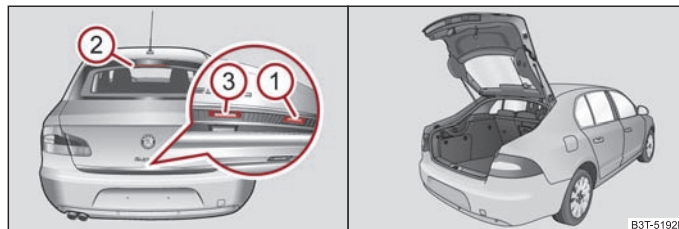

Abb. 31 Griff der Gepäckraumklappe / geöffnete große Gepäckraumklappe
Nach dem Entriegeln des Fahrzeugs mit dem Funkschlüssel bzw. mit dem Schlüssel ⇒ Seite 45, „Notentriegelung und -verriegelung der Fahrertür“ können Sie die große Gepäckraumklappe ⇒ Abb. 31 öffnen. ▶
- Drücken Sie den Griff ① ⇒ Seite 46, Abb. 31 an der Unterkante der Gepäckraumklappe.
- Warten Sie, bis die Bremsleuchte ② in der Heckscheibe zweimal blinkt.
- Drücken Sie auf den Griff ③ und heben Sie gleichzeitig die Gepäckraumklappe an.